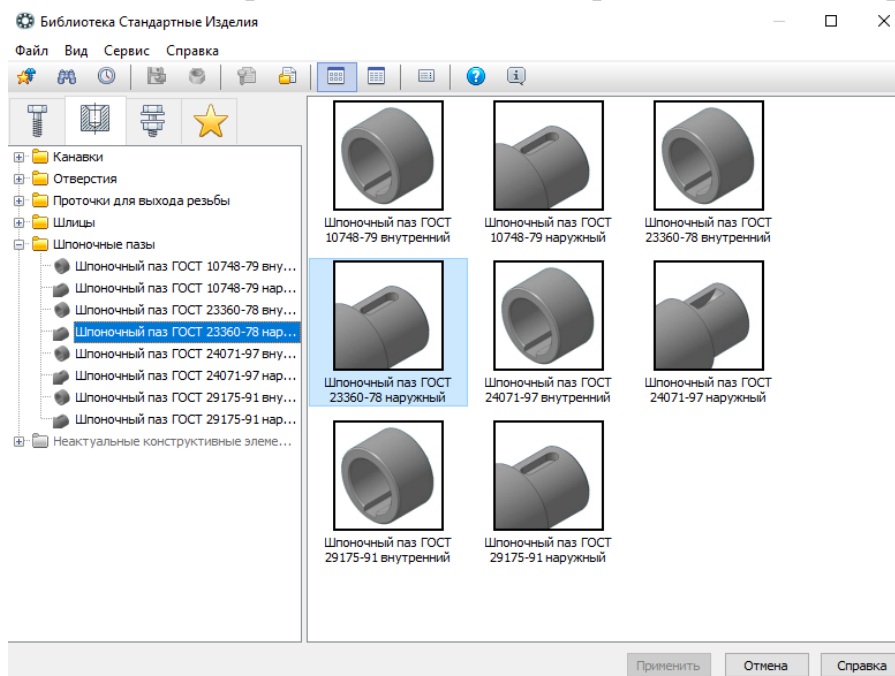

Рисунок 21 - Выбор шпоночного паза из Библиотеки Стандартные изделия
- Для создания шпоночного паза в строке меню *Приложения* выберите команду *Механика – Валы и механические передачи 3D – Разъемные соединения – Шпоночные пазы*. В открывшемся окне *Библиотека Стандартные изделия* откройте ветвь *Шпоночные пазы* и выполните двойной щелчок мыши на элементе «Шпоночный паз ГОСТ 23360-78 наружный» либо выполните двойной щелчок мыши на изображении элемента в правой части окна (рисунок 21).